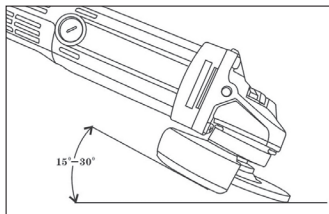

Рис. 7
7. При шлифовании держите диск под углом примерно 15° к поверхности обрабатываемой детали (Рис. 7).